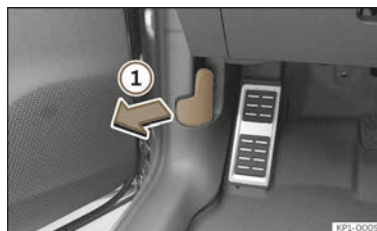

Abb. 224 Entriegelungshebel im Fahrerfußraum.
- Öffnen Sie die Tür und ziehen Sie an dem Hebel unterhalb der Instrumententafel >>> (Abb. 224) ①.